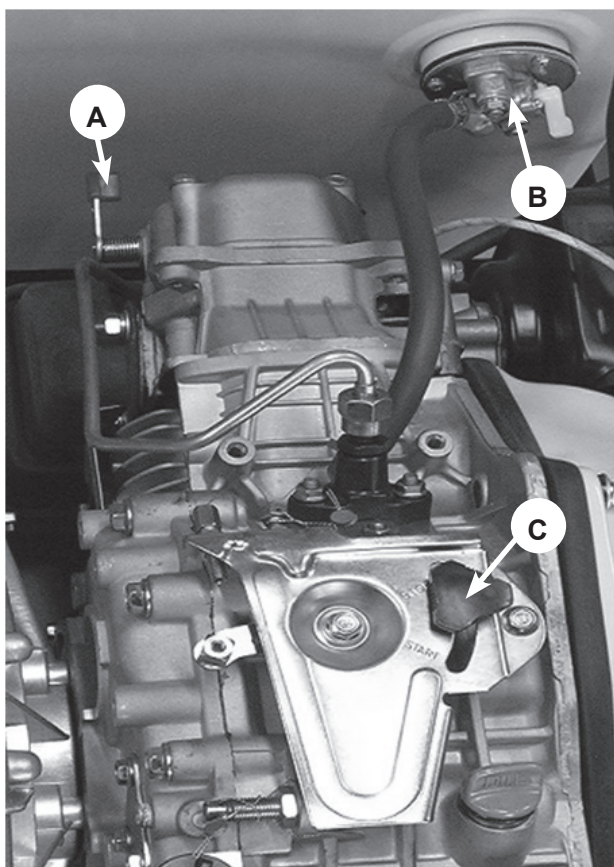

Рис.11
2. Откройте топливный кран (В) Рис.11
4. Переведите рычаг регулировки оборотов (С) в положение «Старт» Рис.11
6. Опустите рычаг декомпрессора (А) вниз Рис.11 (он автоматически вернется в исходное положение, после запуска или когда вы снова потяните шнур стартера).
3. Откройте топливный кран (В) Рис.11
5. Переведите рычаг регулировки оборотов (С) в положение «Старт» Рис.11
6. Опустите рычаг декомпрессора (А) вниз (рис.11)
4. Закройте топливный кран(В) Рис.11